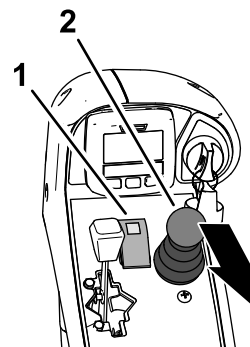

Figure 37
1. Placez la commande de PDF à la position DÉSENGAGÉE (Figure 37).